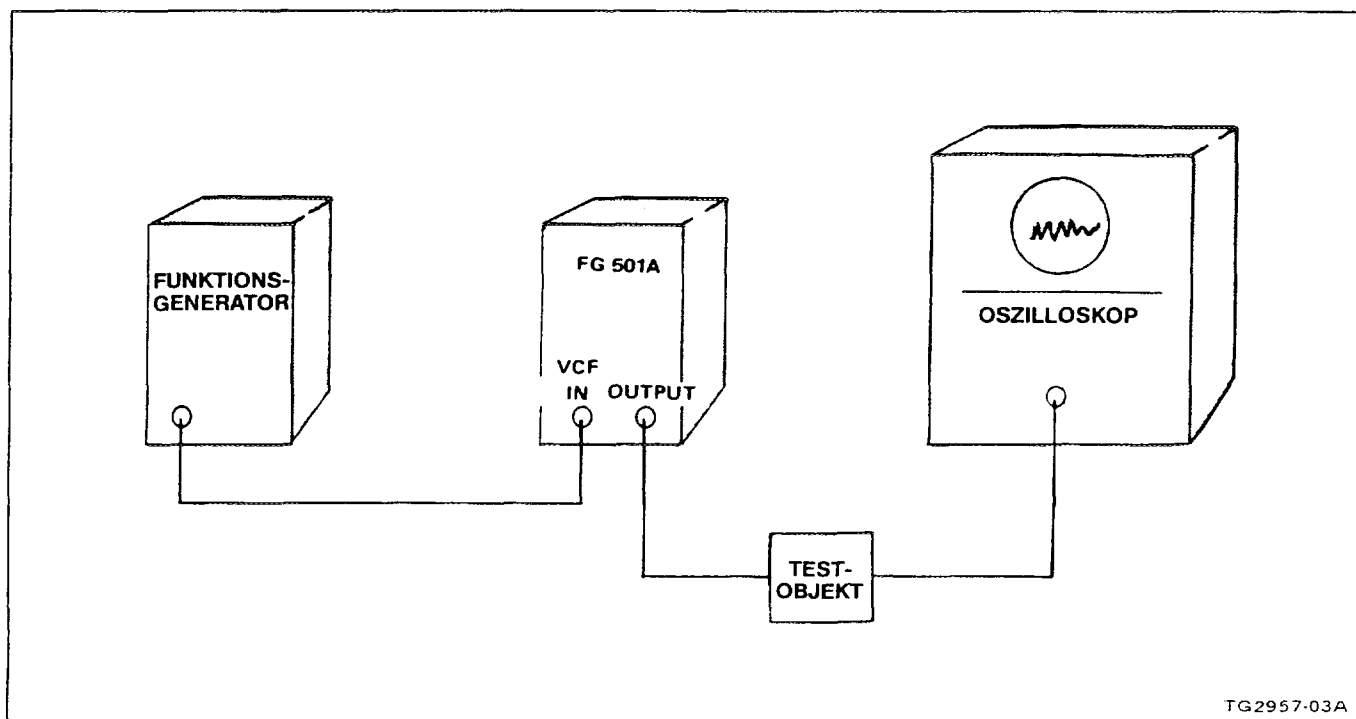

Abb. 2-11: Analyseschaltkreis oder Systemverhalten.
1. Nehmen Sie die Anschlüsse entsprechend Abb. 2-11 vor.